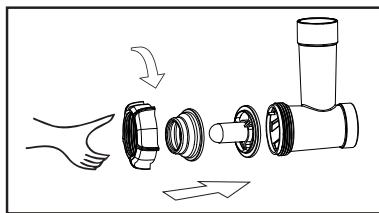

рис.3
7.6.2 Зафиксировать конструкцию с помощью фиксирующего кольца, как указано на рис. 3. Не затягивайте кольцо слишком туго.